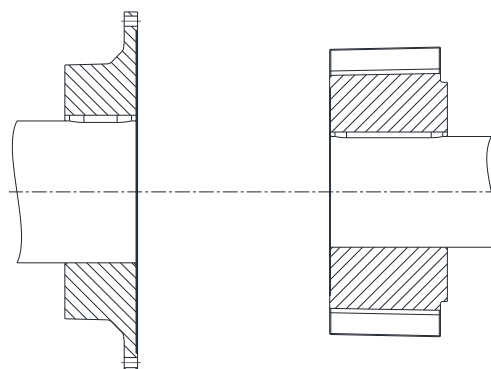

Figura 7
- Los lados interiores del mangón brida (componente 1) y del cubo (componente 2) deben estar a ras de las caras frontales de los ejes (véase la figura 7).